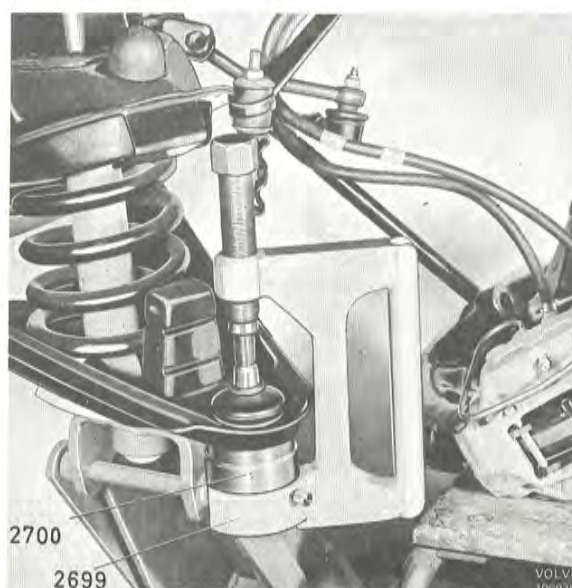

Bild 33. Demontering av nedre kulle
6. Pressa kulle ur nedre länkarmen med pressverktyg 2699 och hylsa 2700 enligt bild 33.